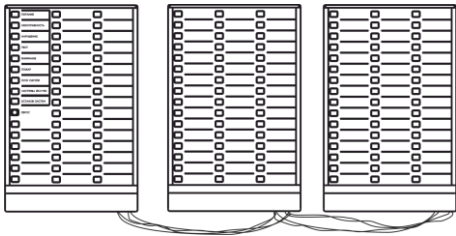

Рисунок 3
8.1 БИР рекомендуется устанавливать на стене рядом с БИ и подключать к БИ последовательно: к БИ подключается первый БИР, к первому - второй БИР и т. д. Располагать подключаемые БИР следует как можно ближе к БИ и друг к другу, чтобы общая длина проводов не превышала 10 м (рисунок 3).